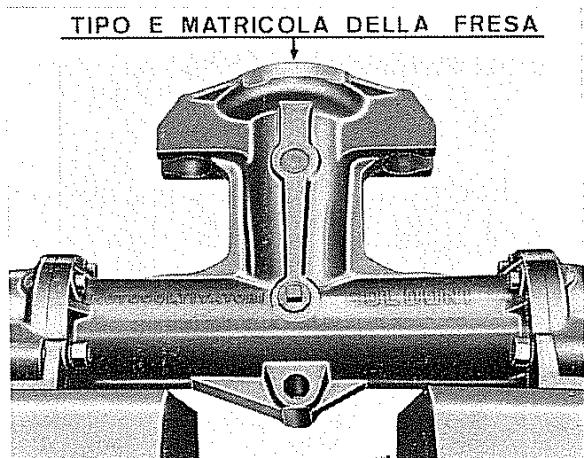

Fig. 4
N.B. - Sia il tipo che il numero di matricola della fresa si trovano stampigliati nel punto indicato dalla freccia in fig. 4.